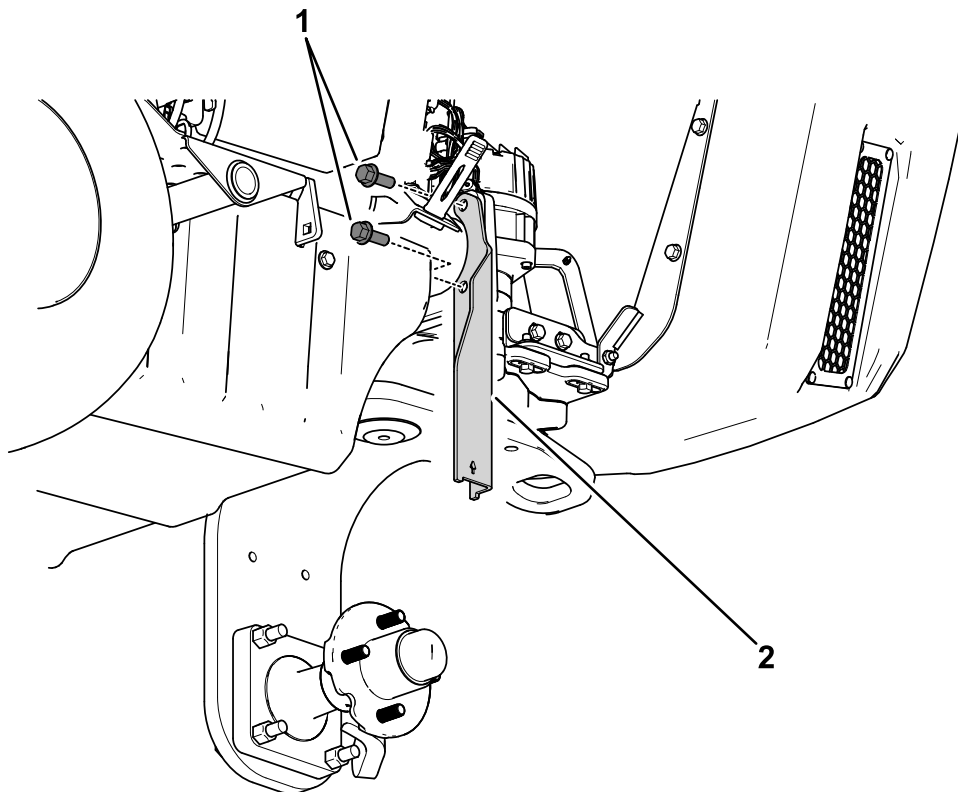

Figura 49
1. Utilize os parafusos existentes (7/16 pol.) da caixa de direção (junto da unidade de direção) para prender o suporte do macaco à caixa de direção (Figura 49).